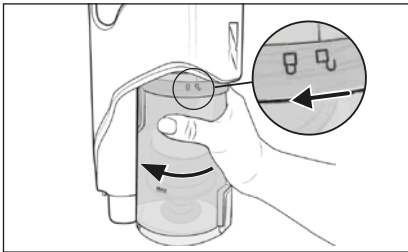

Fig. 17
- 2) For at fjerne støvbeholderen **7** fra produktet skal du dreje den i retning af symbolet  (åbn), indtil den kan løsnes fra produktet (se fig. 17).